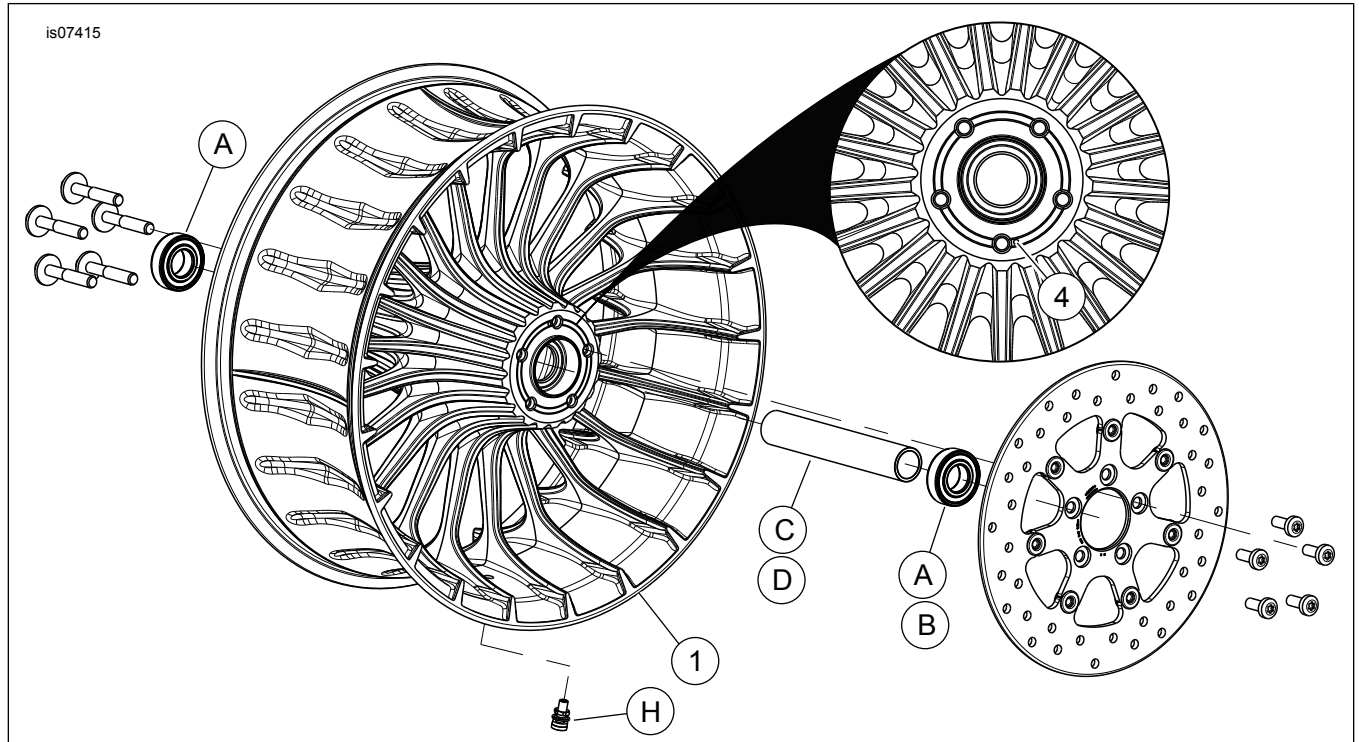

Abbildung 1. Ersatzteile: Hinterrad „Turbine“
Diese Sätze enthalten nur das Custom-Rad. Siehe Abbildung 1 und Tabelle 2.
2. Siehe Abbildung 1 >. Die Ventilschaft-Baugruppe (H) am Rad anbringen. Siehe Werkstatthandbuch.